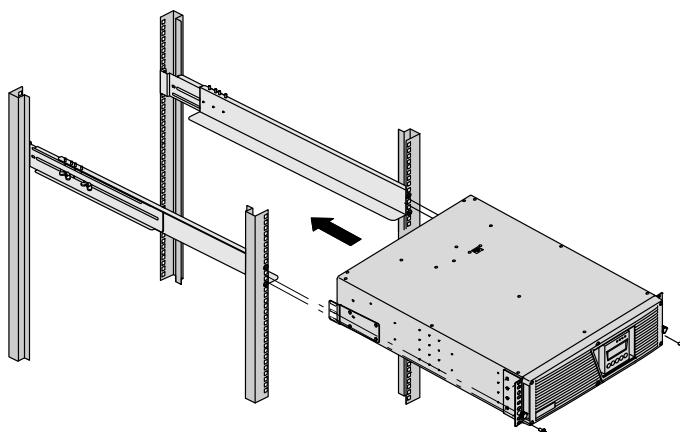

Рисунок 9. Установка шкафов
- 13.** Прикрепите переднюю часть шкафа к стойке двумя винтами с круглой головкой M6 × 12 мм с каждой стороны (см. Рисунок 9).